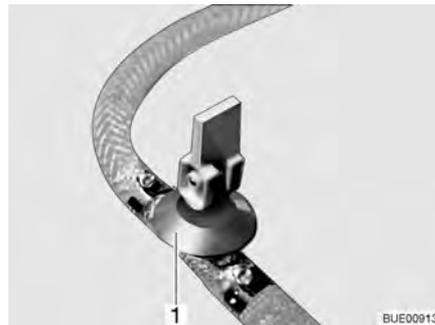
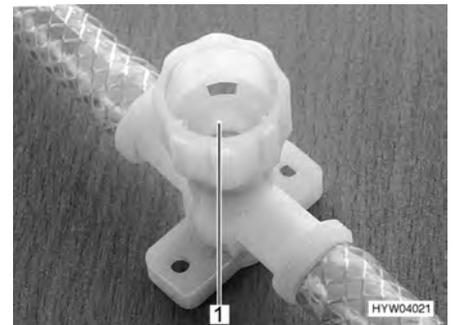

Fig. 171 Rubinetto di scarico (con leva a bilancere)
Fig. 172 Rubinetto di scarico (con tappo a vite)
- Chiudere tutti i rubinetti di scarico. Mettere la leva a bilanciere del rubinetto di scarico (Fig. 171,1) orizzontale o chiudere il coperchio del rubinetto di scarico (Fig. 172,1) in senso orario.